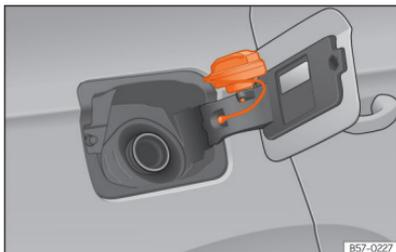

Abb. 184 Tankklappe mit aufgestecktem Tankverschluss.
- Platzieren Sie den Verschluss in der Aussparung, die sich im Scharnier der geöffneten Tankklappe befindet »» [Abb. 184].